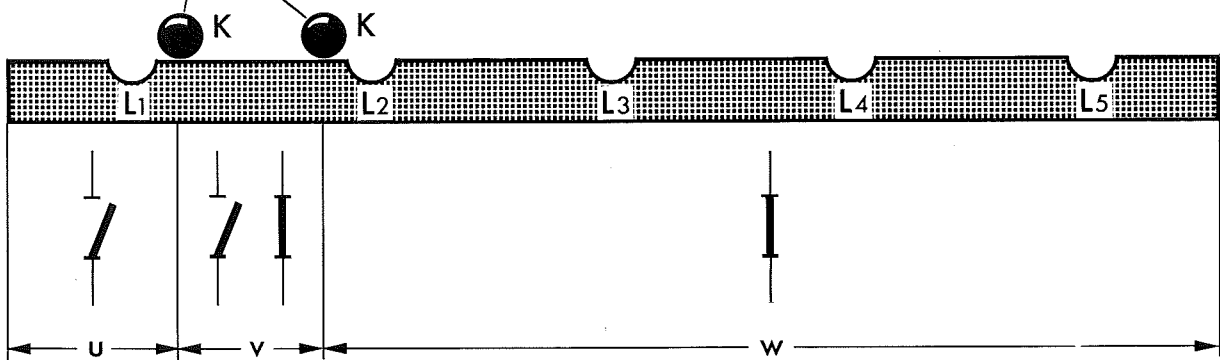

Fig. 2 Réglage de la commande du climatiseur (sur le levier de soufflante)
- Desserrer la vis de fixation (E) et régler la commande aux positions indiquées dans la fig. 2 en la tournant.